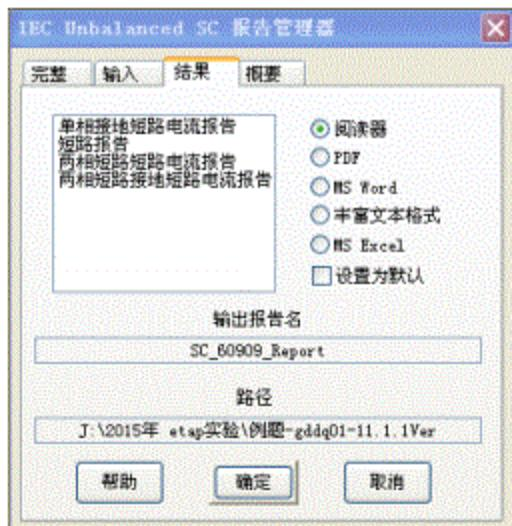

图3-7 IEC 不平衡短路报告管理器
4、点击“报告管理器”按钮，打开的“IEC Unbalanced SC 报告管理器”，如图 3-7 所示。